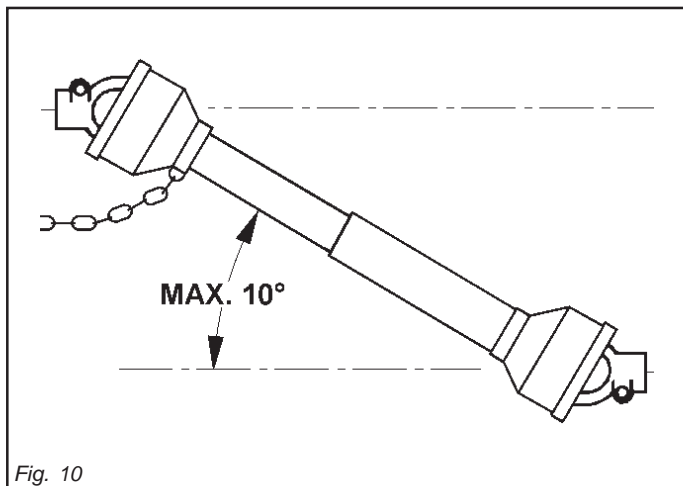

Fig. 10
- 43) Débrayez toujours la prise de force quand l'angle de l'arbre à cardans est trop ouvert (jamais plus de 10 degrés Fig. 10) et lorsque vous ne devez pas l'utiliser.